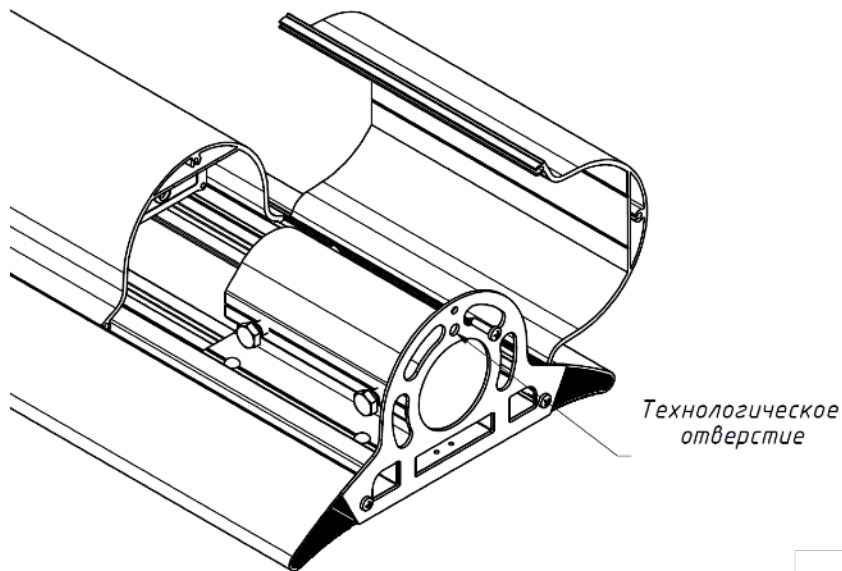

Рис. 2. Отсек для монтажа светильника
3.2. Выкрутить верхний винт (штиль PH2) в задней заглушке, как показано на Рис. 2, открыть защитную крышку (вставив отвертку в технологическое отверстие и надавить до расфиксации крышки с корпусом).